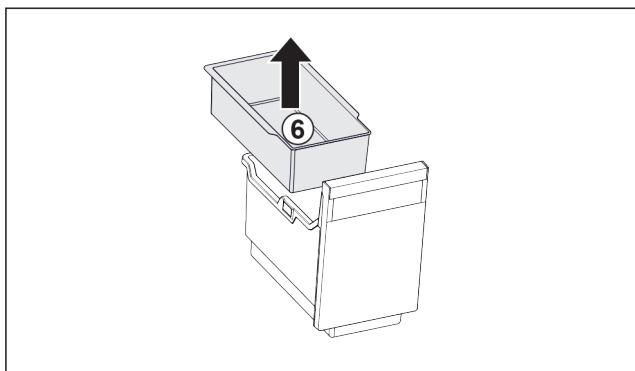

Fig. 105
- Извадете окачващата се поставка Fig. 105 (6).